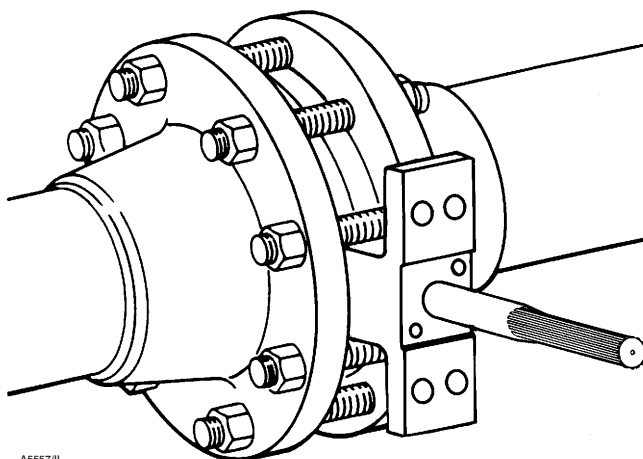

Abbildung 5. Korrekt eingebaute Regelklappe in Sandwichbauweise
Die Regelklappe kann in beliebiger Einbaulage installiert werden; es wird jedoch empfohlen, die Welle horizontal und den Antrieb vertikal anzuordnen (siehe Abbildung 5).
1. Die empfohlene Ausrichtung der Regelklappe ist in Abbildung 5 dargestellt.